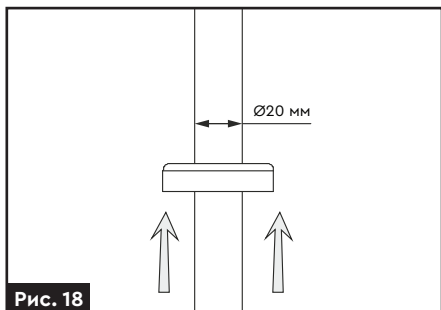

Рис. 18
3. Встановіть ковпачок на місце (**рис. 18**).